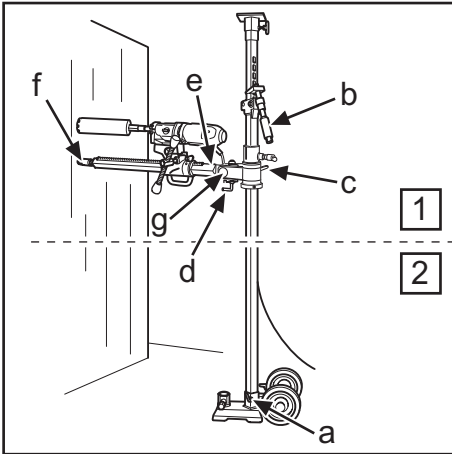
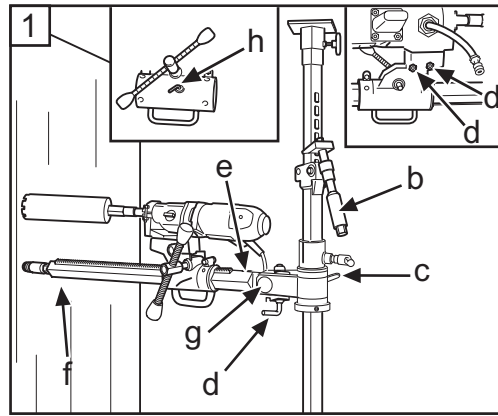

Fig.3
Fig.4
- Om borring skall ske högre än 1,5 m skall det grova ytterröret vara vänt uppåt och tvärtom om borringen sker lägre än 1,5 m. Kontrollera att stämpan är låst i fotplattan med låsbulten (a) (Fig. 3).
- 5. Säkra matarhuset på borrpelaren (h) (Fig. 4).
- 6. Montera bormaskinen i snabbfästet på matarhuset. Drag åt de koniska muttrarna (d) (Fig. 4/12) med 24 mm nyckel.
- Hvis boringen skal ske højere end 1,5 m, skal det grove yderrør være vendt opad og omvendt, hvis boringen sker lavere end 1,5 m. Kontrollér, at stemplet er låst i fodpladen med låsebolten (a) (Fig. 3).
- 5. Sørg for at sikre fremføringshuset på boresøjlen (h) (Fig. 4).
- 6. Monter boremaskinen i lynkoblingen på fremføringshuset. Spænd de koniske møtrikker (d) (Fig. 4/12) med 24-mm-nøglen.
- Hvis boring skal skje høyere enn 1,5 m, skal det grove ytterrøret være vendt oppover og omvendt hvis boringen skjer lavere enn 1,5 m. Kontroller at søylen er låst i fotplaten med låsebolten (a) (Fig. 3).
- 5. Sikre materhuset på borsøylen (h) (Fig. 4).
- 6. Monter bormaskinen i hurtigfestet på materhuset. Trekk til de koniske mutrene (d) (Fig. 4/12) med 24 mm nøkkel.
- Vinkla tillbaka och fäll upp borrarplaren, säkra med L-handtag (d) och mutter (g) (fig 3). Vid gradborring lossas L-handtag (d) och borrarplaren ställs in i önskad vinkel genom att mutter (g) dras åt med 30 mm nyckel (Fig.4).
- Kontrollera borrkronans läge. Skruva in stämpskruven (f) (Fig. 3/7) mot väggen för att fixera borrarplaren. Säkra med låsmutter 30 mm (f) (Fig. 3/7), använd en träregel eller liknande som mellanlägg.
- Borrarplaren är vridbar i 360° och låses i respektive läge med 8 mm insex (e) (Fig. 3/4).
- Boresøjlen vinkles tilbage, fældes op og sikres med L-grebet (d) og møtrikken (g) (Fig. 3). Ved gradboring løsnes L-grebet (d), og boresøjlen stilles i den ønskede vinkel, ved at møtrikken (g) spændes med 30-mm-nøglen (Fig. 4).
- Kontrollér borekronens placering. Skru stempelskruen (f) (Fig. 3/7) ind mod væggen for at fiksere boresøjlen. Den sikres med låsemøtrik 30 mm (f) (Fig. 3/7); anvend et stykke træ eller lignende som mellemlæg.
- Boresøjlen er drejelig i 360° og låses i den enkelte stilling med 8 mm unbrakonøglen (e) (Fig. 3/4).
- Vinkle tilbake og fell opp borsøylen, sikre med L-håndtak (d) og mutter (g) (Fig. 3). Ved gradboring løsnes L-håndtak (d) og borsøylen stilles inn i ønsket vinkel ved at mutter (g) trekkes til med 30 mm nøkkel (Fig.4).
- Kontroller borkronens stilling. Skru inn søyleskruen (f) (Fig. 3/7) mot veggen for å fiksere borsøylen. Sikre med låsemutter 30 mm (f) (Fig. 3/7), bruk en treplanke eller liknende som mellomlegg.
- Borsøylen kan vris 360° og låses i respektive stilling med 8 mm umbrako (e) (Fig. 3/4).
- Väännä takaisin ja nosta porapylväs, varmista L-vääntimellä (d) ja mutterilla (g) (Fig 3). Asteporauksessa L-väännin (d) avataan ja porapylväs säädetään haluttuun kulmaan kiristämällä mutterilla (g) 30 mm avaimella (Kuva 4).